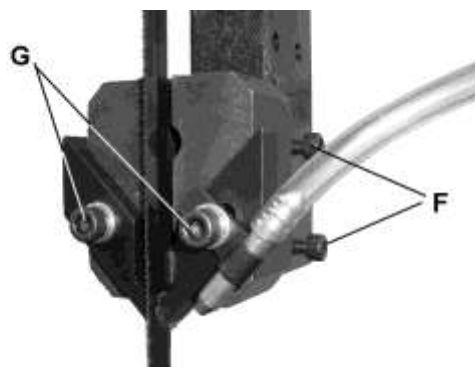

Рис. 9.
2. Ослабьте два установочных винта (F, Рис. 9) и отрегулируйте направляющие так, чтобы они располагались за зубьями полотна. Направляющие должны располагаться достаточно далеко от зубьев, чтобы они оставались открытыми во время резания, когда полотно отклоняется вперед и назад.
3. Затяните два установочных винта (F, Рис. 9).
5. Ослабьте два винта с внутренним шестигранником (G, Рис. 9) и отрегулируйте положение каждого элемента по отношению к полотну. Они не должны касаться пильной ленты. Отрегулируйте с каждой стороны зазор 0,25 мм.
6. По завершении регулировки, снова затяните два винта (G, Рис. 9). Убедитесь, что положение воздушной форсунки не изменилось и она направляет поток воздуха в зону резания.